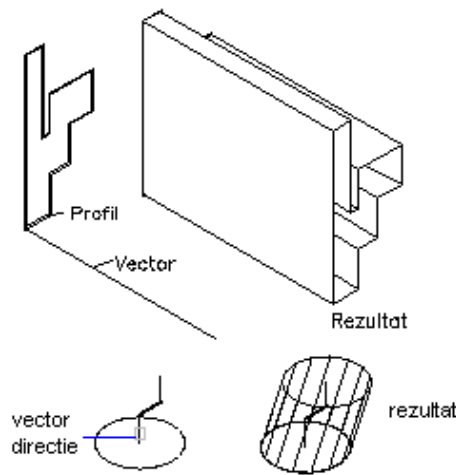

Fig. 2.14
4. Suprafețe riglate. Comanda **TABSURF** generează suprafețe definite de o curbă-traectorie și un vector-direcție (fig.2.14). Curba - traectorie poate fi linie, arc, cerc, elipsă, polilinii sau curbe spline. Vectorul direcție poate fi linie sau polilinie deschisă.